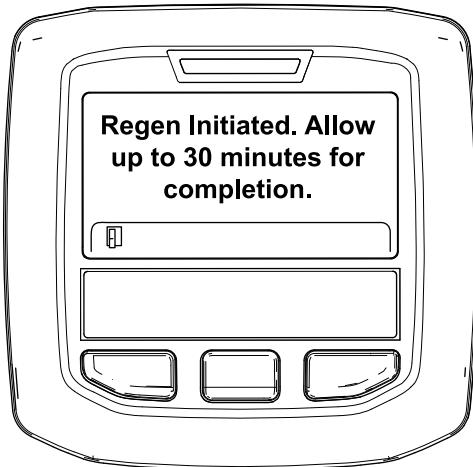

Figura 50
- Se a regeneração for permitida, surge a mensagem “Regen Initiated. Allow up to 30 minutes for completion” (Regen. iniciada. Aguarde 30 minutos até ser concluída) no InfoCenter; aguarde até que a máquina conclua o processo de regeneração em estacionamento (Figura 50).